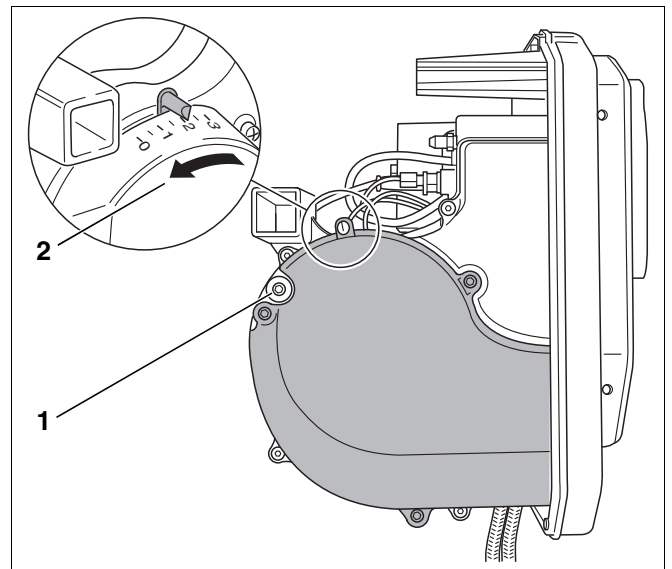

Abb. 36 Ansaugluftführung verändern
- Feststellung der Ansaugluftführung (ALF) lösen (Abb. 36, **Pos. 1**).
Achten Sie darauf, dass ein höherer Gebläsedruck durch Verschieben des Reglers zu kleineren Zahlenwerten auf der Anzeigeskala führt. Dies entspricht der Pfeilrichtung (Abb. 36, **Pos. 2**).